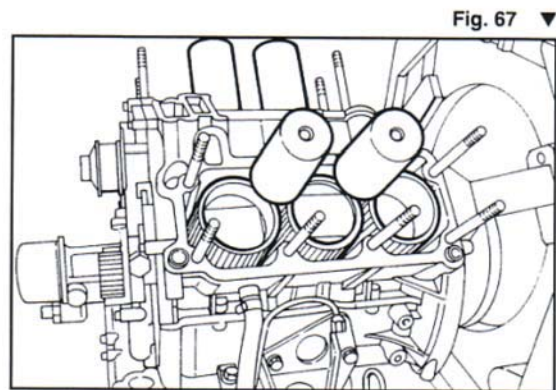

Fig. 67 ▼
- sfilare le teste cilindri e le guarnizioni, quindi inserire dei tamponi ferma-camicie (Fig. 67).
- take off the cylinder heads and gaskets, inserting stop plugs in their place (Fig. 67).